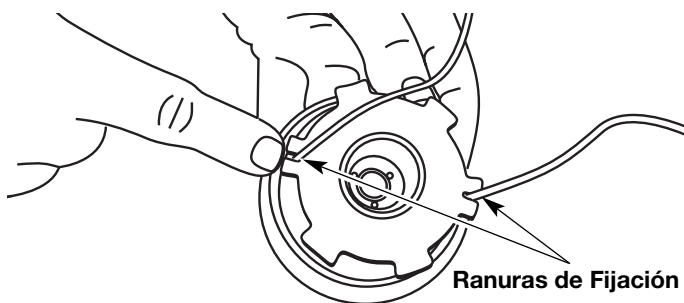

Fig. 22
12. Inserte los extremos de la línea en las dos ranuras de fijación (Fig. 22).